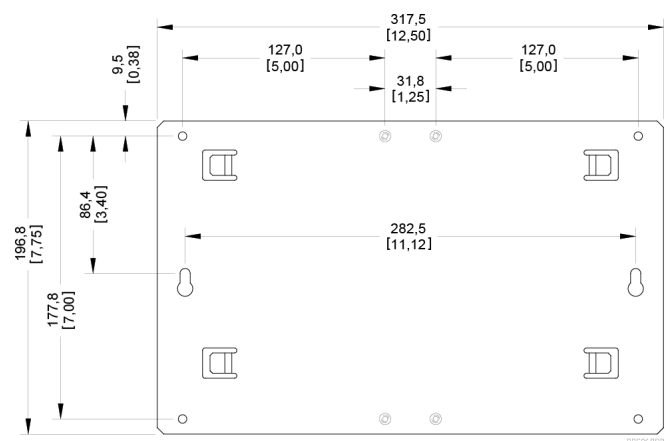

Abbildung 5. Abmessungen der Platte
- Haupteinheit mit Erweiterungs-Rack auf Adapterplatte montiert. Haupteinheit wie gewünscht auf der Gehäusemontageplatte positionieren und unter Verwendung des FB107 als Schablone die Montagebohrungen auf der Platte ermitteln. Abmessungen der Adapterplatte siehe **Abbildung 5**. Montagebohrungen mit einem Gewindebohrer 8-32 UNC in der Platte anbringen. Den FB107 auf die Gewindebohrungen setzen und mit den vier mitgelieferten 8-32 UNC-Schrauben (25 mm/1,00 in. lang) befestigen. Die vier Montageschrauben mit einem Drehmoment von etwa 1,1 bis 1,4 Nm festziehen.